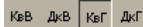

Рис. 3.28. Кнопки панели «Вид».
- чтобы выбрать способ расположения календаря (рис. 3.28):